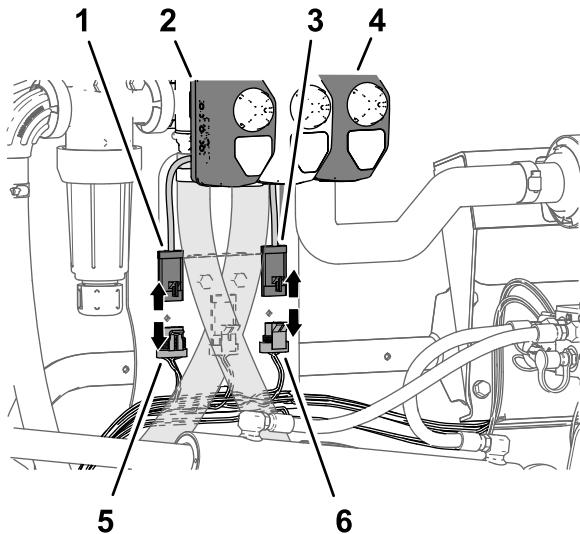

Figura 30
2. Desligue o conector de quatro tomadas da cablagem da máquina rotulado VÁLVULA DE APLICAÇÃO (rate valve) do conector de quatro pinos do acionador da válvula de aplicação (Figura 30).
3. Desligue o conector de três tomadas da cablagem da máquina rotulado VÁLVULA DE PULVERIZAÇÃO PRINCIPAL (master spray valve) do conector de três pinos do açãoador da válvula de pulverização principal (Figura 30).